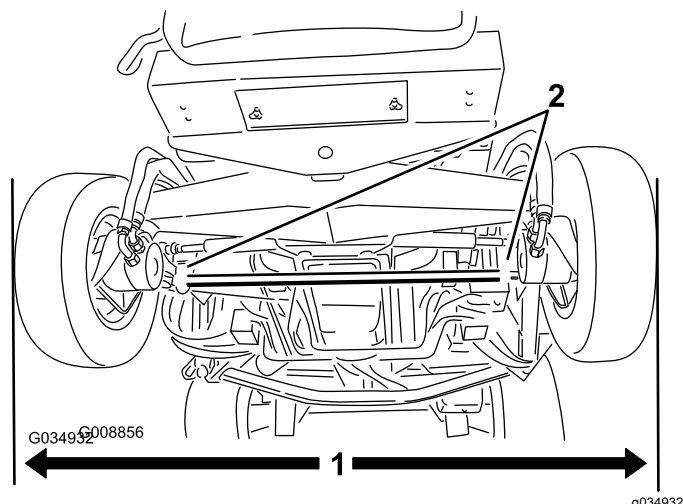

Figura 105
1. Con gli pneumatici posteriori in posizione dritta, misurate la distanza esterna (all'altezza dell'assale) sulla parte anteriore e posteriore degli pneumatici posteriori (Figura 105).
2. Per regolare la convergenza, allentate i morsetti su entrambe le estremità dei tiranti (Figura 105).